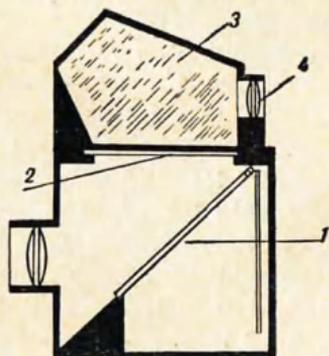

Рис. 24. Схема однообъективного зеркального фотоаппарата с оборачивающей оптической системой
**Третий тип** зеркальной камеры представляет собой аппарат с *оборачивающей оптической системой*. Как видно из схемы такого аппарата (рис. 24), эти зеркальные камеры кроме подвижного зеркала 1 и матового стекла 2 содержат еще одну оптическую деталь — крышеобразную пентапризму 3, расположенную над матовым стеклом. Эта деталь представляет собой пятигранную призму, одна отражающая грань которой составлена из двух и имеет форму крыши. Отсюда и название этой детали «крышеобразная пентапризма».
Замечательное свойство этой призмы состоит в том, что, поставленная над матовым стеклом, как показано на рис. 24, она обращает изображение, возникающее на матовом стекле, в двух направлениях: из горизонтальной плоскости в вертикальную и слева направо. Глядя в пентапризму со стороны задней ее грани, через увеличивающий окуляр 4 наблюдатель видит изображение фотографируемых предметов, как в натуре: прямым во всех направлениях, в вертикальной плоскости и сильно увеличенным. Такое устройство сразу устраняет все недостатки, свойственные описанным выше двум типам зеркальных камер. Оно позволяет вести съемку с уровня глаз, дает правильное расположение сторон наблюдаемого изображения и устраняет параллакс. Вместе с тем такое устройство не лишает зеркальные камеры всех их преимуществ.